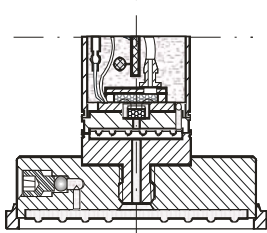

Рисунок 1 -Устройство измерительного модуля
4.4 Первичным измерительным преобразователем является пьезорезистивная кремниевая структура (пластина монокристаллического кремния с диффундированными пьезорезисторами, соединёнными по мостовой схеме), отделённый от среды измерения разделительной мембраной и заполненный специальной жидкостью. Конструкция пьезомодуля гарантирует устойчивость измерительного преобразователя от ударных воздействий измеряемым давлением и от перегрузки по давлению (см. рисунок 1).